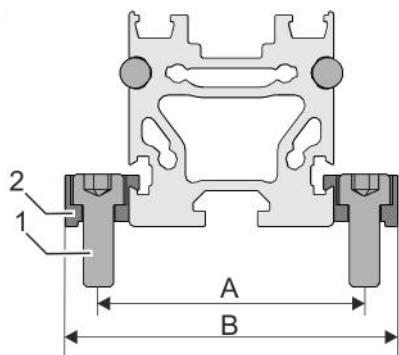

Fig. 14 : Fixation des barrettes de serrage
3. ➤ Serrer les deux vis (Fig. 14 /1) de chaque barrette de serrage (Fig. 14 /2).